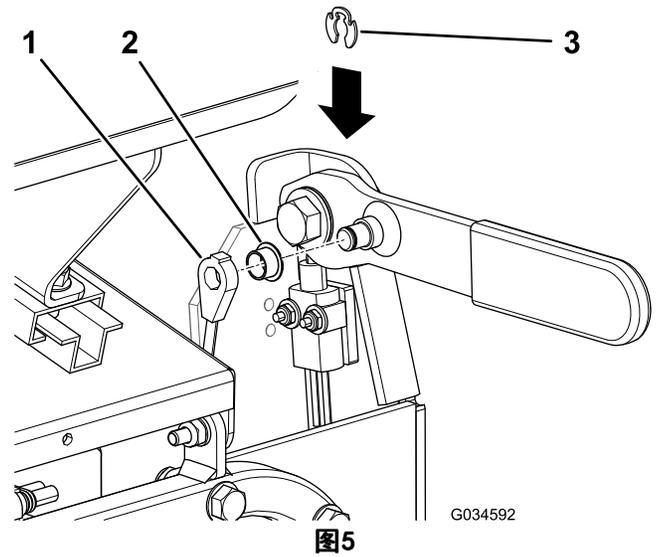

图5
- 将套管安装到手刹操纵杆上的拉线柱（图5）。
- 将拉线端安装到套管上（图5）。
- 将卡环安装到拉线柱上，从而将拉线端固定到拉线柱上（图5）。